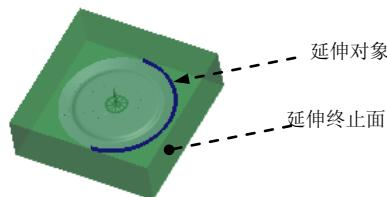

图 23.23 延伸参考
(1) 在屏幕右下方的 “智能选取栏” 中选择 “几何” 选项。选取图 23.23 所示的旋转曲面边线为延伸对象。
(2) 单击 **分型面** 功能选项卡 **编辑** ▾ 区域的 **延伸** 按钮, 此时出现 **延伸** 操控板。
① 在操控板中按下按钮 .
② 在系统 **选择曲面延伸所至的平面** 的提示下, 选取图 23.23 所示的表面为延伸的终止面。
③ 在 **延伸** 操控板中单击 按钮。